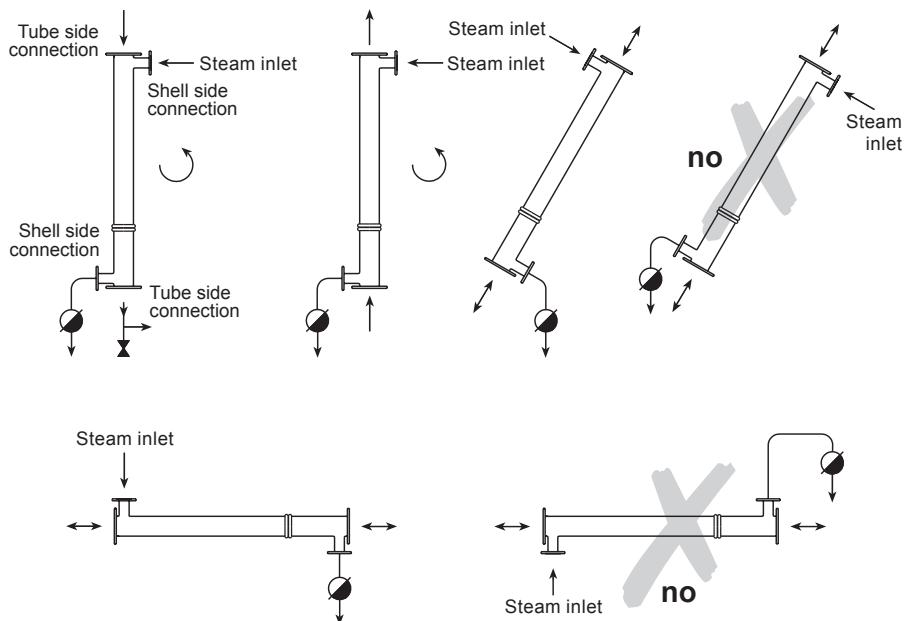

图 3 壳侧为冷凝介质时的安装
4.4 由于结构的设计特点，这一系列的换热器可以安装在绝大多数位置，二次侧流体可以朝任意的方向。当然，对于大多数工况，为了得到更好的传热效果，都推荐两侧逆流的方式。为了节约占地面积，可以采取立式的安装方式。采用立式，同时管侧流体方向从上往下的安装方式，可以增加换热器结垢的难度，并且使得污垢更容易脱落。图3和图4说明了所有可以允许的安装方式。